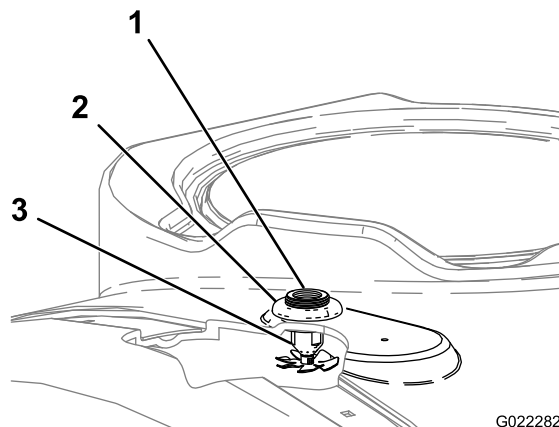

Figura 8
2. Montate i gruppi ugello dall'interno infilandoli attraverso i fori praticati (Figura 8).
3. Montate il dado flangiato in plastica sui filetti che sporgono dal diaframma sopra il serbatoio (Figura 8).